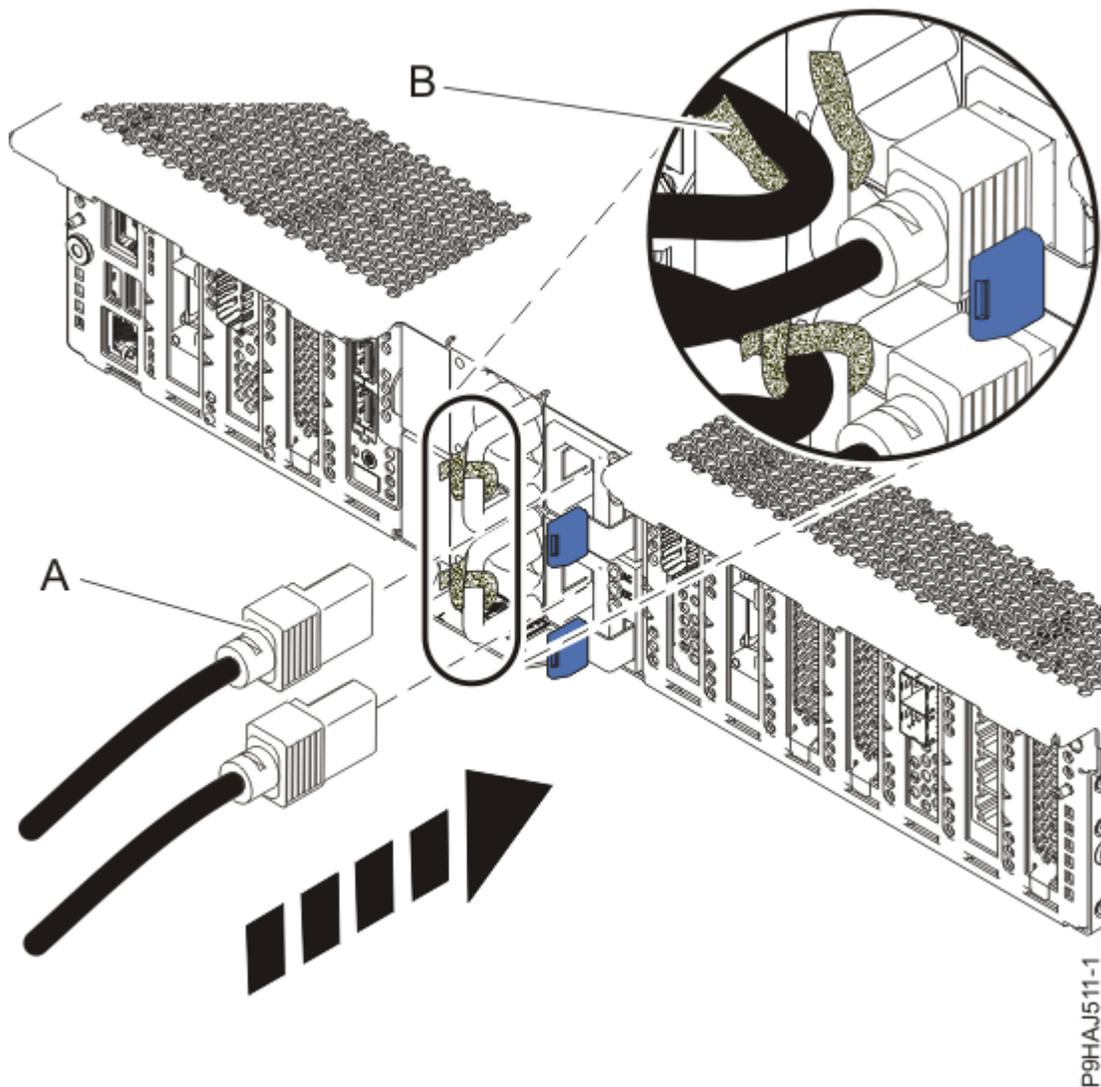

Figura 78. Ligar os cabos de alimentação
5. Utilizando os rótulos volte a ligar os cabos de alimentação **(A)** à unidade de sistema. Fixe os cabos de alimentação ao sistema utilizando os fixadores de velcro **(B)** conforme mostrado em Figura 78 na página 95.